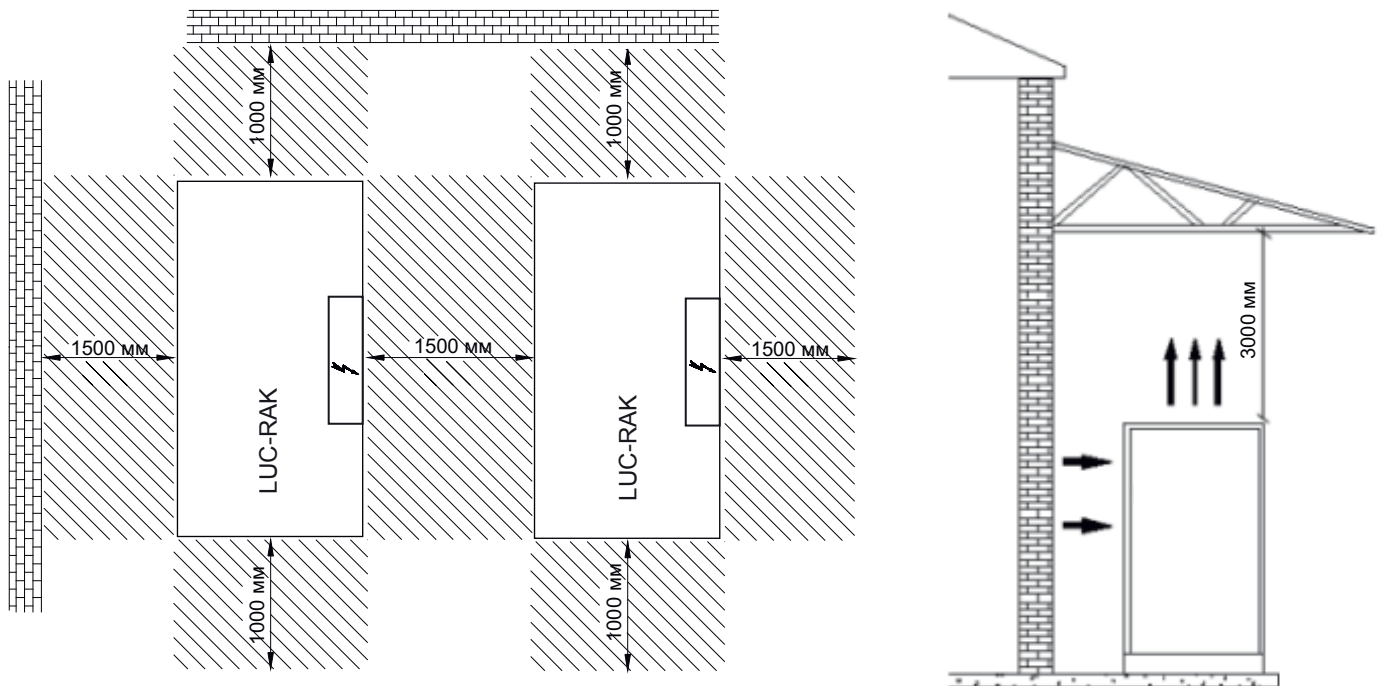

Рис. 2. Размещение chillера LUC-RAK.E/FC
1. Предусмотрите достаточное пространство вокруг чиллера для нормальной работы и технического обслуживания оборудования. Рекомендации по размещению чиллеров приведены на рис. 2.